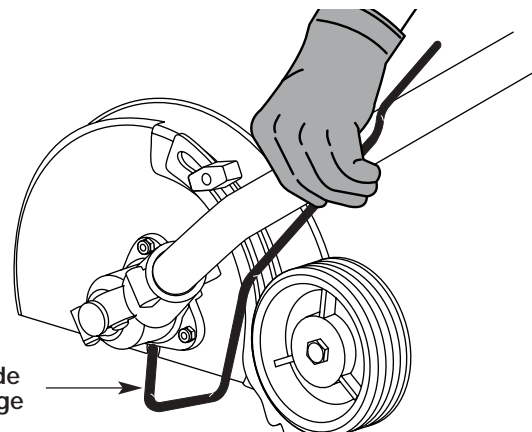

Fig. 30
2. Maintenez la tige de blocage en place en la saisissant près du bras de l'appareil (Fig. 30).